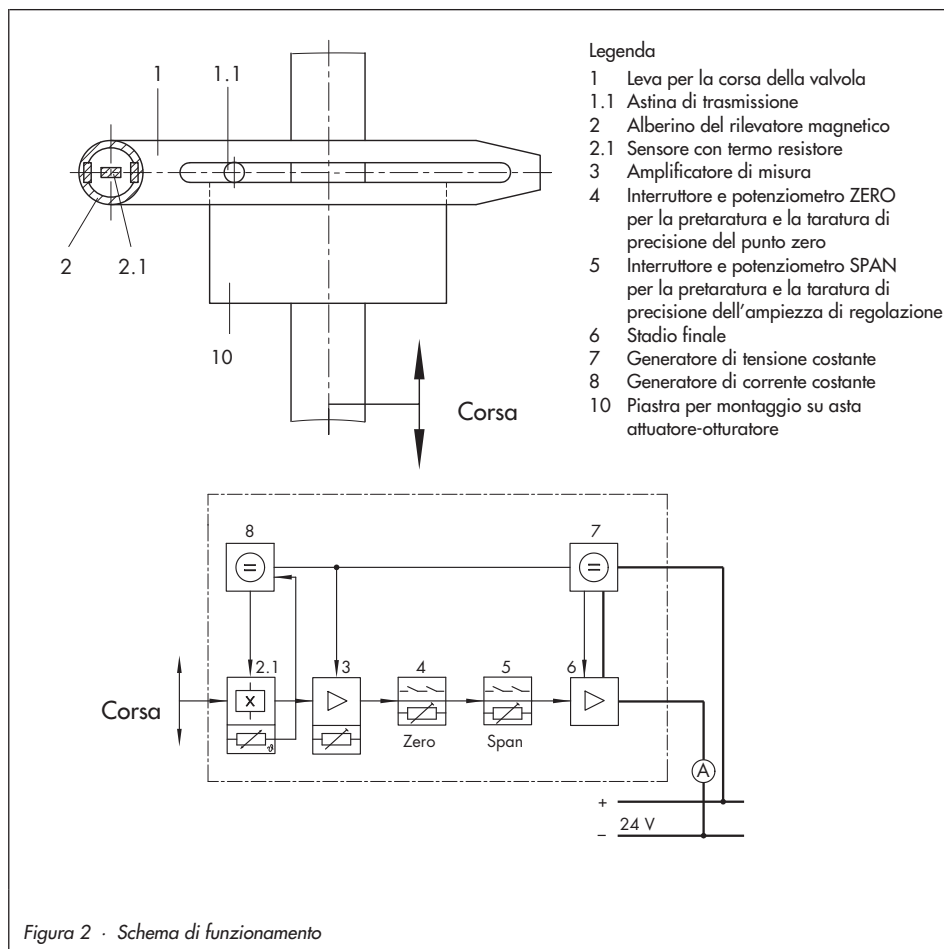

Figura 2 - Schema di funzionamento
l'astina (1.1), la leva (1) e l'alberino (2) al rilevatore magnetico del trasmettitore (cfr. figura 2). In questo modo, il campo magnetico cambia e, per l'effetto di HALL, all'interno del sensore (2.1) si crea una differenza di potenziale.